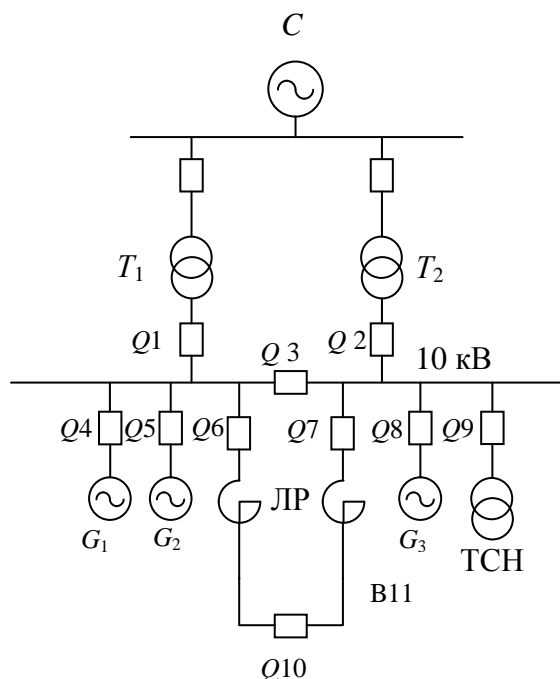

Рисунок 4. Схема для практической работы «Определение токов для проверки выключателей по режиму короткого замыкания»
• Определение токов для проверки выключателей по режиму короткого замыкания. Для станции, схема которой приведена ниже (рисунок 4), определить ток для проверки выключателей по режиму короткого замыкания, обосновать принятое решение.